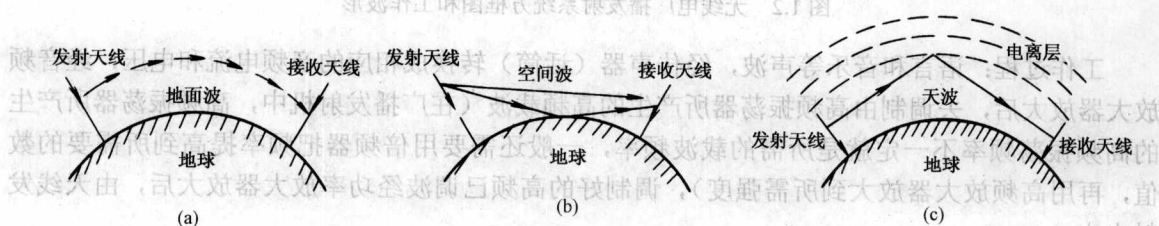

图 1.1 无线电波的传播途径
(1) 地面波(地波)。就是指沿着地球表面的大气层传播的电磁波,如图 1.1(a)所示。由于在传播过程中电磁波受地面形态的影响很大,特别是山地和森林,使电磁波受到严重的衰减,一般来说,频率越高衰减越大。因此,只有中、长波才利用地波方式传播。
(2) 空间波。沿直线传播的无线电波叫做空间波,它包括由发射天线直接到达接收天线的直射波和经地面反射后到达接收天线的反射波,如图 1.1(b)所示。微波就是依靠空间波传播的。空间波的传播距离一般为几十千米,受大气干扰小,能量损耗小,接收到的信号较强且较稳定。
(3) 天波。依靠电离层的反射作用传播的无线电波叫做天波,如图 1.1(c)所示。在地球表面的大气层中,大约在 $(60 \sim 400)$ km 高度的空间属于电离层范围。电离层一方面可以反射无线电波,另一方面,电离层要吸收无线电波,一般短波多利用天波传播。天波传播受外界影响较大,它与电离层强度、太阳辐射强度等多种因素有关。